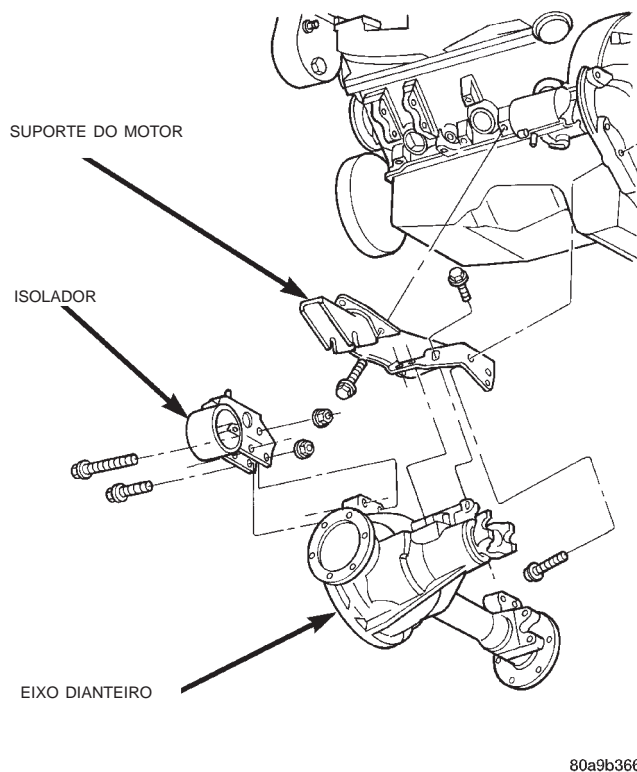
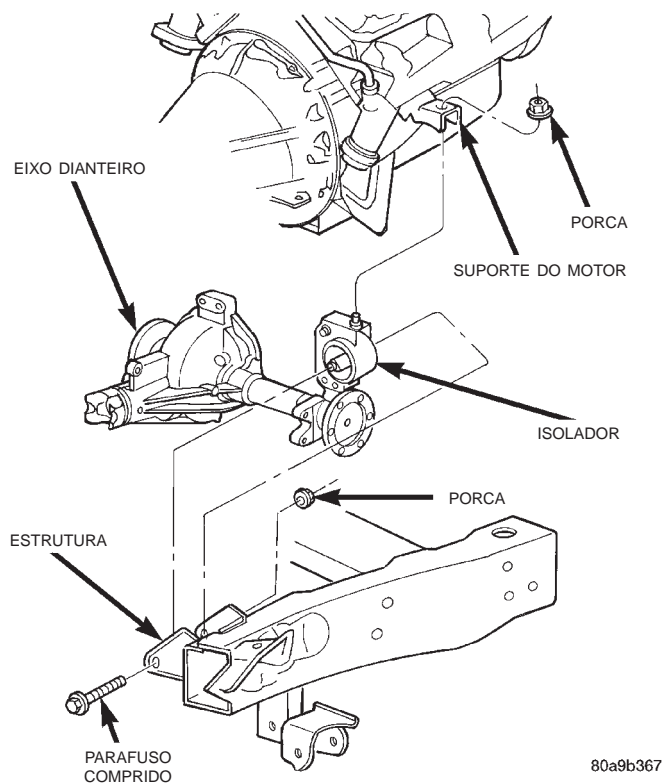

Fig. 17 Isolador Esquerdo de Montagem do Motor e Suporte — Veículos 4WD
Fig. 18 Isolador de Montagem do Motor no Suporte — Veículos 4WD
Em veículos com tração nas quatro rodas, os suportes do suporte dianteiro do motor são fixados ao bloco do motor e à carcaça do eixo. Os suportes fornecem uma interconexão sólida para essas unidades (Fig. 16) (Fig. 17). O motor e o eixo dianteiro devem ser suportados durante qualquer procedimento de manutenção envolvendo os conjuntos do suporte dianteiro.
(6) Remova o isolador do parafuso comprido da estrutura (Fig. 18).
(7) Suspenda o motor devagar.
(8) Remova o isolador superior da porca do parafuso do suporte do apoio e o isolador para suporte através do parafuso.
(9) Remova o isolador de montagem do motor (Fig. 16) (Fig. 17).
(10) Se o suporte do isolador tiver de ser removido/substituído, remova o suporte até o (s) parafuso (s) da carcaça em forma de sino da transmissão e três (3) parafusos dos suportes até os parafusos do bloco do motor. Remova o suporte (Fig. 16) (Fig. 17).
(1) Se os suportes do motor foram removidos, instale-os e seus prendedores (Fig. 16) (Fig. 17). Aperte o suporte até os parafusos do bloco com um torque de 41 N·m (30 pés-lb.). Aperte o suporte até o (s) parafuso (s) do colar à carcaça em forma de sino da transmissão (2) com um torque de 88 N·m (65 pés-lb.).
(2) Instale o isolador de montagem do motor e aperte o isolador até a porca do suporte com um torque de 41 N·m (30 pés-lb.). Aperte o isolador até o suporte através da porca do parafuso com um torque de 102 N·m (75 pés-lb.).
(3) Abaixue o motor e instale o isolador no parafuso e na porca da estrutura (Fig. 18). Aperte o parafuso com um torque de 95 N·m (70 pés-lb.).